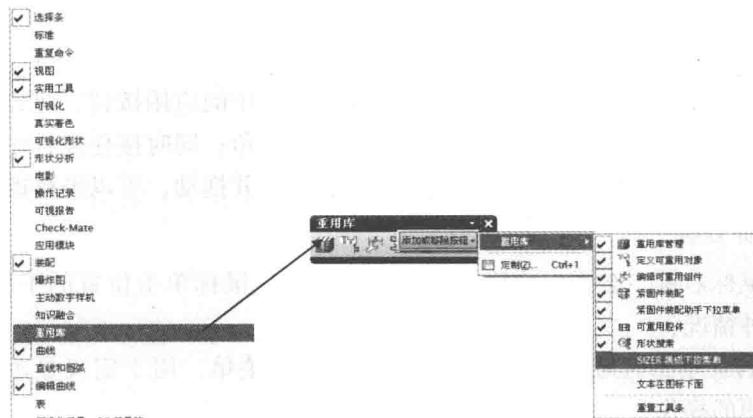

图 1-5 添加工具条和命令
在“定制”对话框中单击“工具条”选项卡，即可打开工具条定制选项卡。通过此选项卡可改变工具条的布局，也可以将各类工具条按钮通过拖放放在屏幕的顶部、左侧或下侧。另外，也可以在工具栏空白处点击鼠标右键直接调用或者关闭工具条，如图 1-5 所示。
Step1。单击工作条中的▼按钮（图 1-5），单击“添加或移动按钮”按钮，系统弹出工具条。